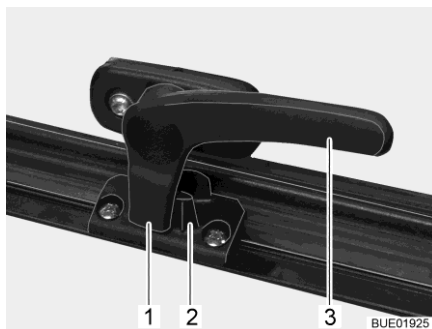

Bild 21 Låsarm (läget "stängd")
- Sväng låsarmen (Bild 21,3) ett kvarts varv mot fönstrets mitt.
- Sväng låsarmen (Bild 21,3) ett kvarts varv mot fönsterkarmen. Låsspaken (Bild 21,1) är placerad på insidan av fönsterlåset (Bild 21,2).
- I läget "helt stängt" (Bild 21).